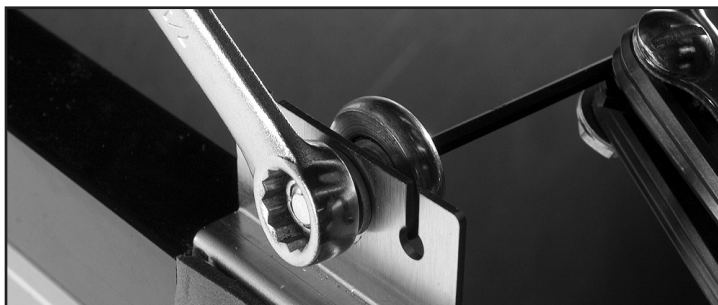

Рис. 1. Регулировка ролика.
2. При помощи гаечного ключа 7/16" или разводного гаечного ключа и шестигранного ключа 1/8" отвинтите ролик и переместите его вдоль регулировочного отверстия. После завершения регулировки снова затяните ролик. См. рис. 1.